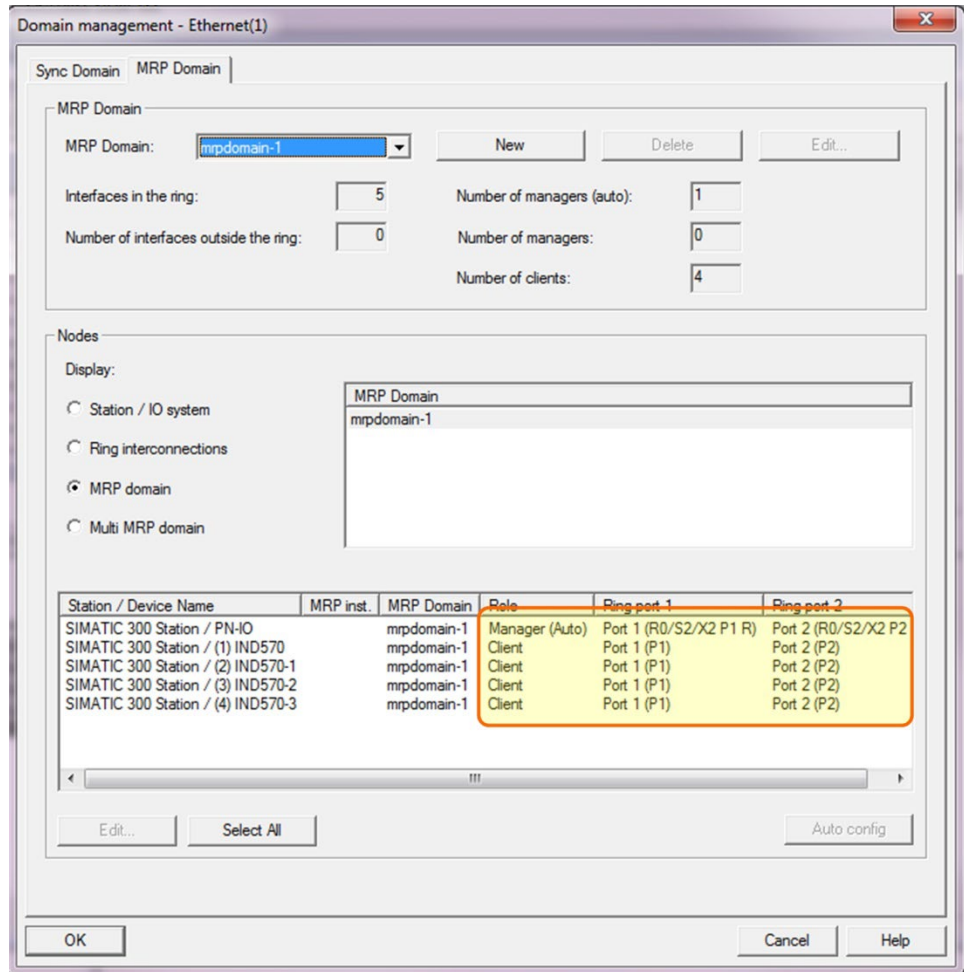

Abbildung 7-64: Korrekt konfigurierte Geräteigenschaften
3. Das Ergebnis sollte so, wie in Abbildung 7-64 dargestellt, aussehen.